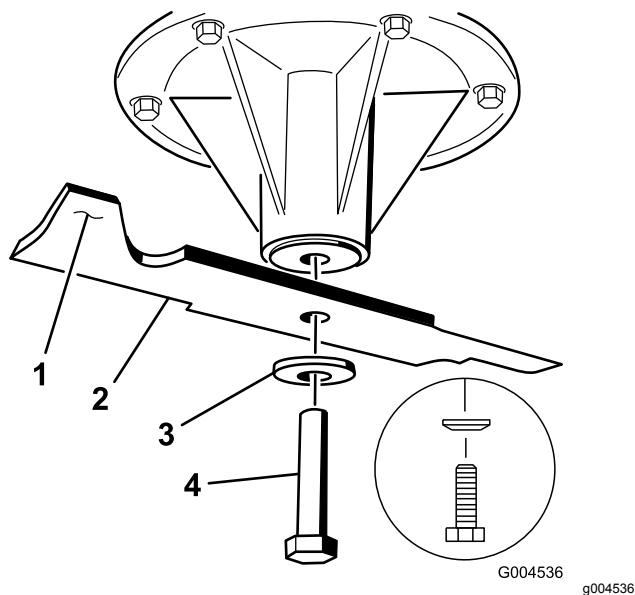

Figura 101
- Instale la cuchilla en el eje (Figura 101).
- Instale la arandela de muelle y el perno de la cuchilla (Figura 101).
Nota: El cono de la arandela de muelle debe estar orientado hacia la cabeza del perno (Figura 101).